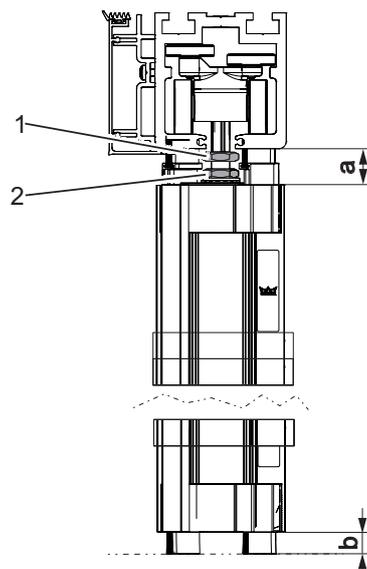

Fig. 23: Alignement en hauteur des vantaux
1. Sur les deux chariots de roulement, desserrer l'écrou (Fig. 23/2) et tourner la vis six pans (Fig. 23/1) jusqu'à ce que la hauteur par rapport au sol soit de 10 mm (cote b). Veiller à la cote supérieure a (20 ± 4 mm).